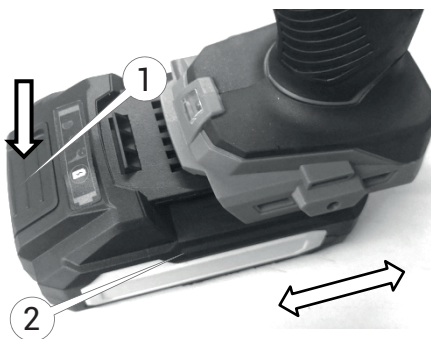

Рисунок 4. Встановлення та зняття акумуляторної батареї.
3. Для встановлення акумуляторної батареї поєднати виступ на акумуляторній батареї з напрямною в корпусі виробу та вставити її (2, рис. 4) повністю на місце (7, рис. 1) приєднання, поки вона не зафіксується на місці з невеликим клацанням.
4. Для заняття акумуляторної батареї натиснути на кнопку (1, рис. 4) на передній частині акумуляторної батареї та зняти її (2, рис. 4) з місця (7, рис. 1) приєднання.